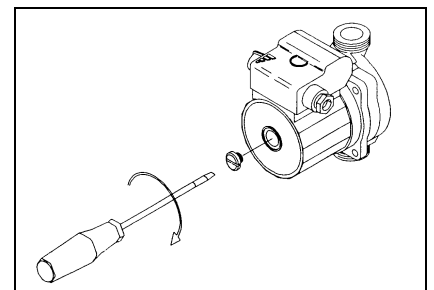

Fig. 2-31
**N.B. si vous n'utilisez pas la chaudière pour un certain temps, avant de brancher l'interrupteur général, assurez-vous que l'arbre moteur du circulateur ne soit pas bloqué. Pour effectuer cette opération, il faut (Fig. 2-31):**